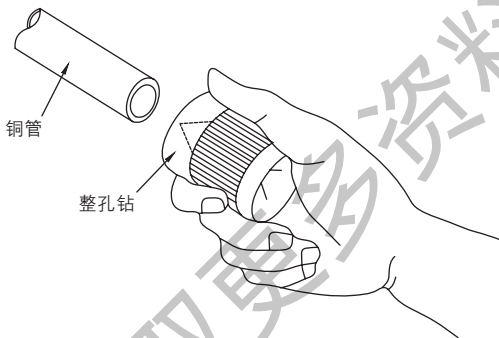
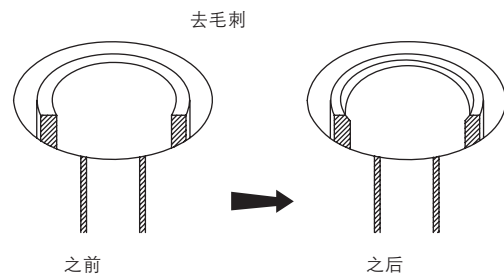

图12
图14
2. 用整孔钻或锉刀去除铜管末端的毛刺，如图 12 和图 14 所示。整孔时，保持铜管末端朝下以确保没有铜屑掉入铜管中。